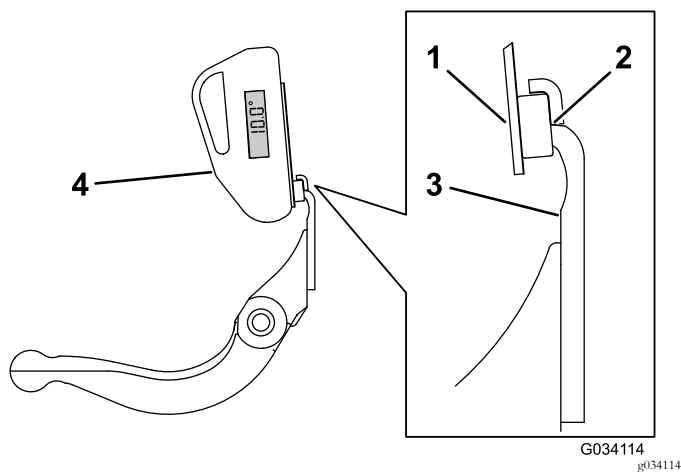

Figura 28
- 3. Coloque a montagem do indicador de ângulo na extremidade da lâmina de corte para que a extremidade do ímã fique alinhada com a extremidade da lâmina de corte (Figura 28).
4. Coloque o indicador de ângulo na montagem, como se mostra na Figura 28.